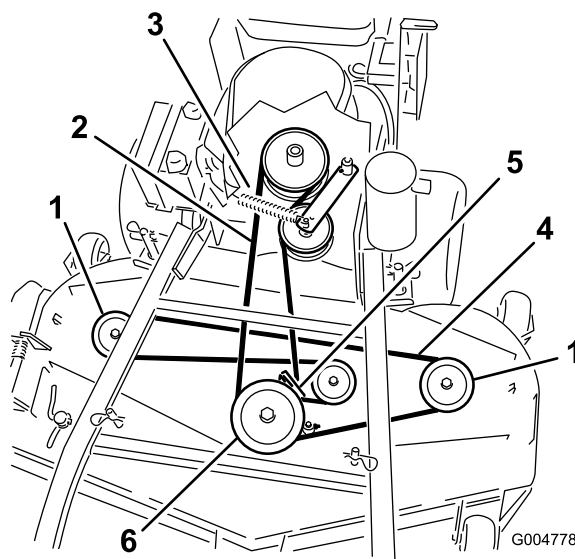
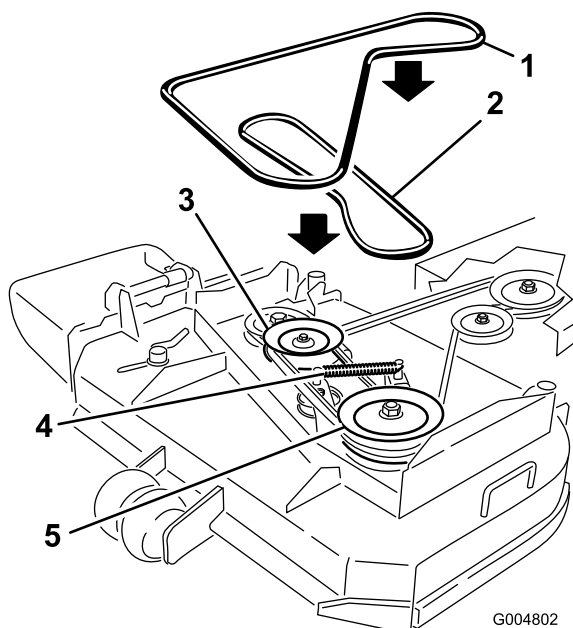

Figure 62
Figure 63
6. Décrochez le ressort du bras de la poulie de tension pour réduire la tension sur le bras et la poulie de tension, puis enlevez la courroie usagée (Figure 62 ou Figure 63).
7. Placez une courroie neuve autour des deux poulies d'axe extérieures, de la poulie de tension et dans la gorge inférieure de la poulie d'axe double (Figure 62 ou Figure 63).
8. Raccrochez le ressort du bras de tension (Figure 62 ou Figure 63).
10. Réglez l'écartement entre le guide et la courroie à 3 mm (1/8 pouce) (Figure 62 ou Figure 63).